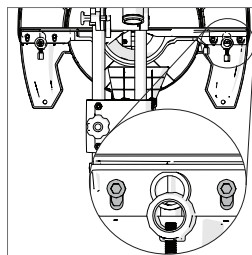

Fig. 18
- La battuta è fissata mediante due viti a brugola, situate su entrambi i lati della battuta in fessure allungate. (**Fig.18**)